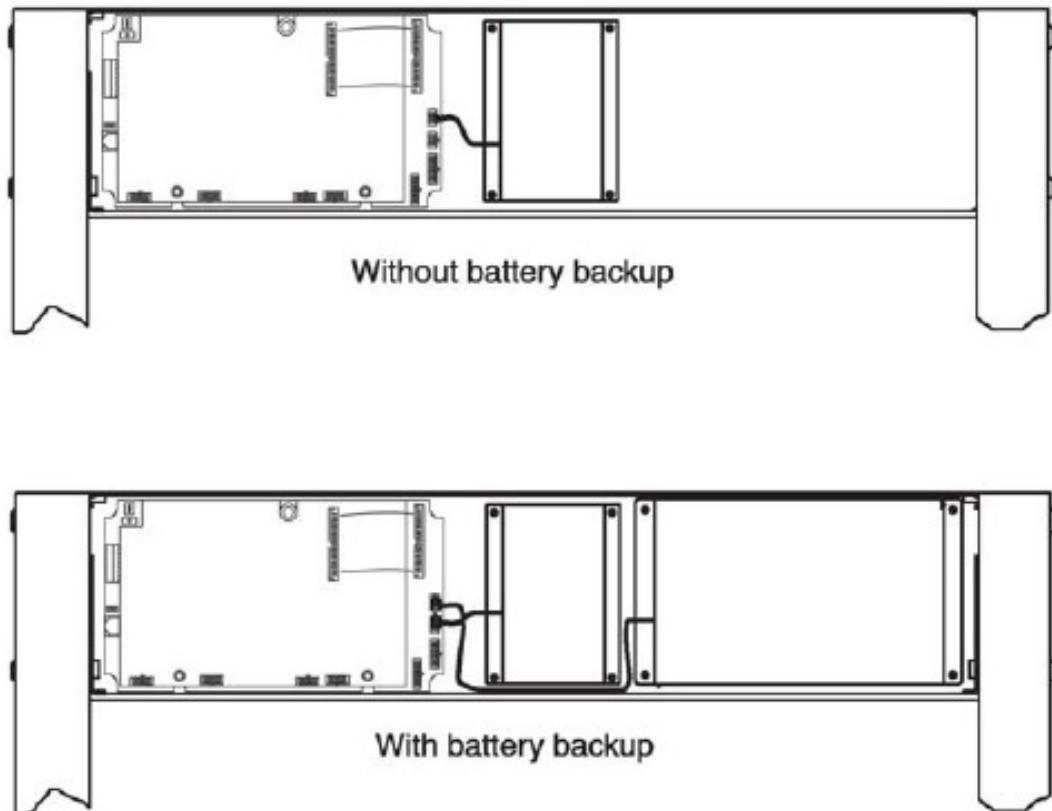

FIGURA 8-1
6. Desconectar la el módulo de alimentación de la placa de la unidad controladora (Ver Figura 8-1)
7. Reconectar la alimentación y el módulo de batería. (Ver Figura 8-1)